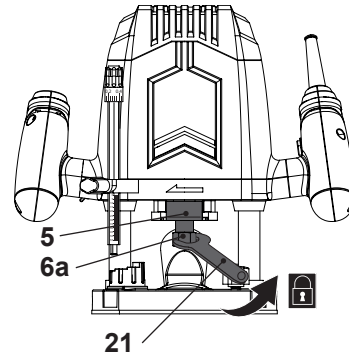

Fig. 5
- > Pressione o botão de bloqueio (5) e mantenha-o nessa posição enquanto aperta a porca de fixação (6a) com a chave (21) (Fig.5).